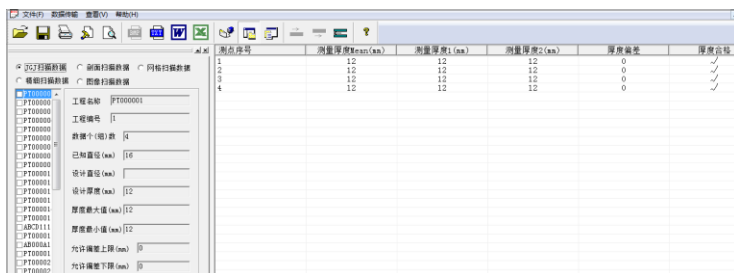

图 5-14
(1) **厚度扫描**: 当点击选择 JGJ 扫描数据时, 与厚度扫描相对应的项目编号就会显示在项目编号列表中, 且窗口显示区中会弹出图 5-14 所表示的窗口, 这时窗口显示区中包含两部分: 参数显示区和数据显示